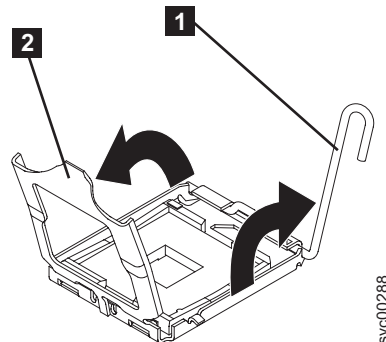

図 225. マイクロプロセッサ・リリース・レバーとブラケット・フレームが完全に開いた状態
4. マイクロプロセッサ・リリース・レバー (図 225 の **1**) を開いて、完全にオープン位置にします。
5. マイクロプロセッサ・ブラケット・フレーム (図 225 の **2**) を開きます。